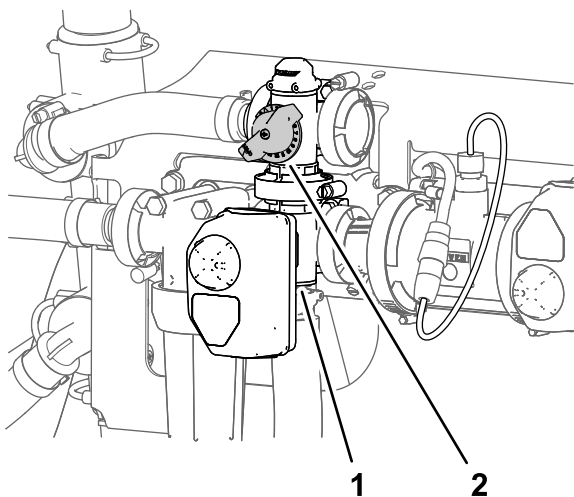

图 243
- 调整搅拌旁通阀图 243直至压力表上显示打药车系统压力为 6.9bar。